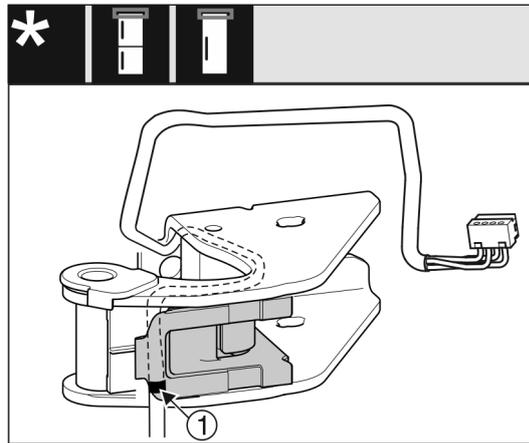

Fig. 20
- ▷ La marca central debe quedar en el borde del portacables Fig. 20 (1).